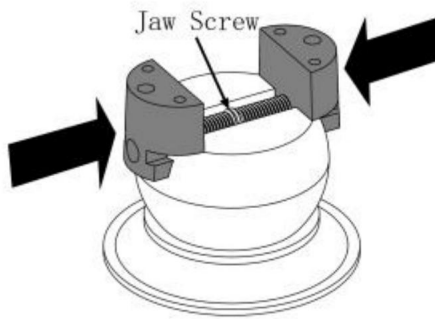

Abb. 1
1. Sie müssen die Gewinde der Backen gleichzeitig beginnen, wenn Sie sie austauschen (Abb. 1). Halten Sie jede Backe in Position und drehen Sie die Backenschraube, um sie zu schließen. Ein großes Gummiband oder eine zweite Person sind hilfreich, um die Backenschraube zu drehen, während Sie die Backen gegen das Gewinde halten. Wenn die Backen nicht gleichzeitig in der Mitte zusammentreffen, entfernen Sie sie und versuchen Sie erneut, die Gewinde gleichzeitig zu beginnen.